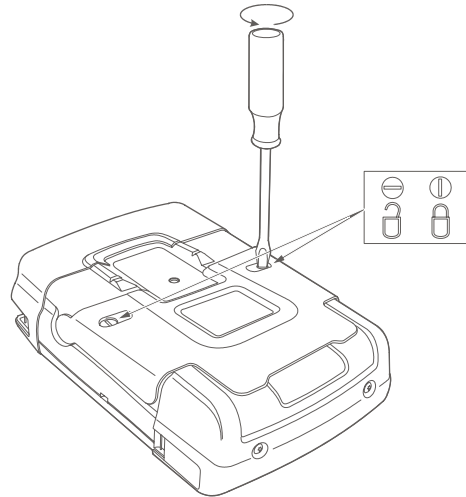

Рис. 4-3. Разблокировка крышки аккумуляторного отсека
- Откройте крышку аккумуляторного отсека на задней стороне анализатора (винты повернуть на четверть оборота против часовой стрелке, как показано на Рис. 4-3).